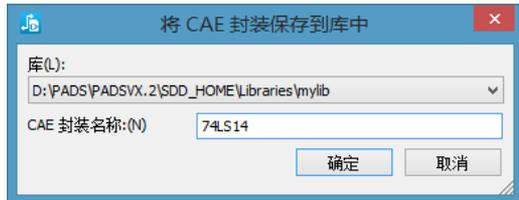

图 5-17 “将 CAE 封装保存到库中”对话框
(1) 执行“文件” “保存”命令,或者直接单击图标按钮,系统会打开“将 CAE 封装保存到库中”对话框,如图 5-17 所示。